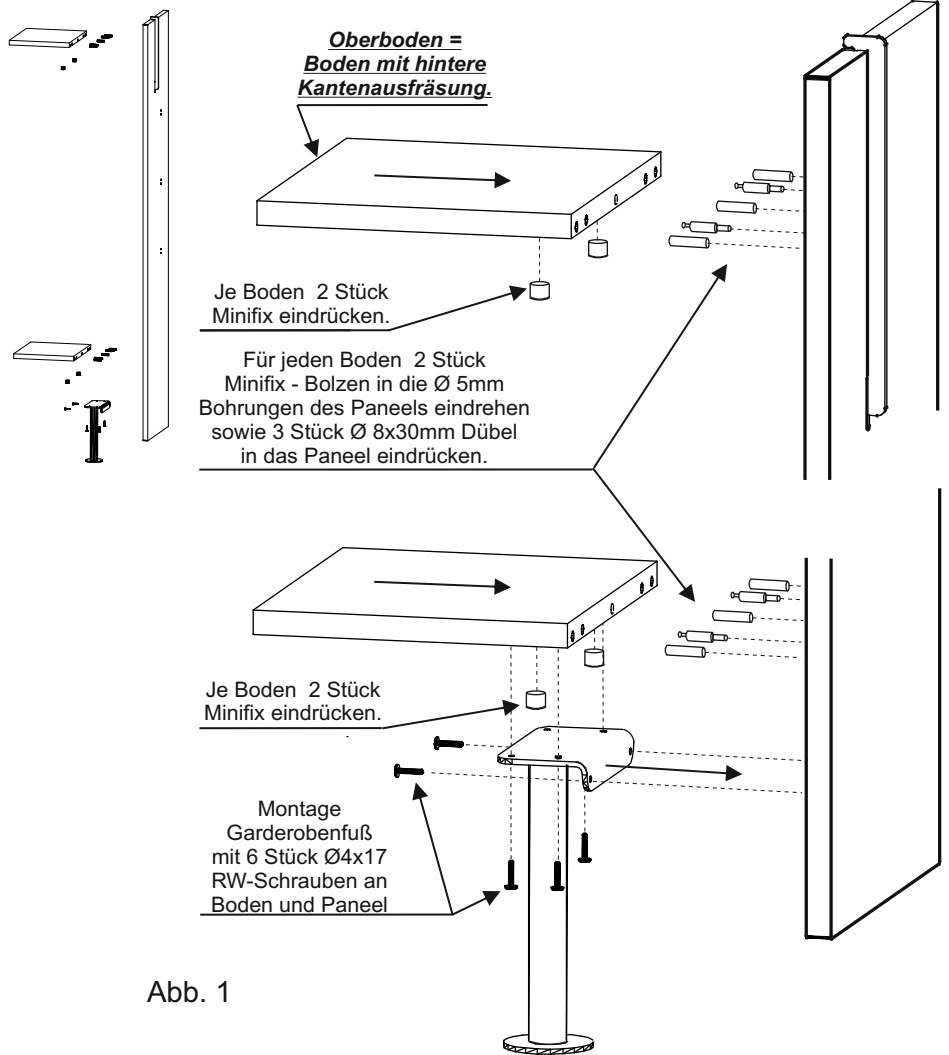

Abb. 1
- Drücken Sie die Minifix in die Böden. (Abb. 1)
- Schrauben Sie die Mini-Fix Bolzen rückseitig in das Paneel und drücken die Dübel hinein. (Abb. 1)
- Befestigen Sie den Garderobenfuß an den unteren Boden und das Paneel. Verwenden Sie hierzu die $\text{\O}4 \times 17$ RW-Schrauben. (Abb. 1)